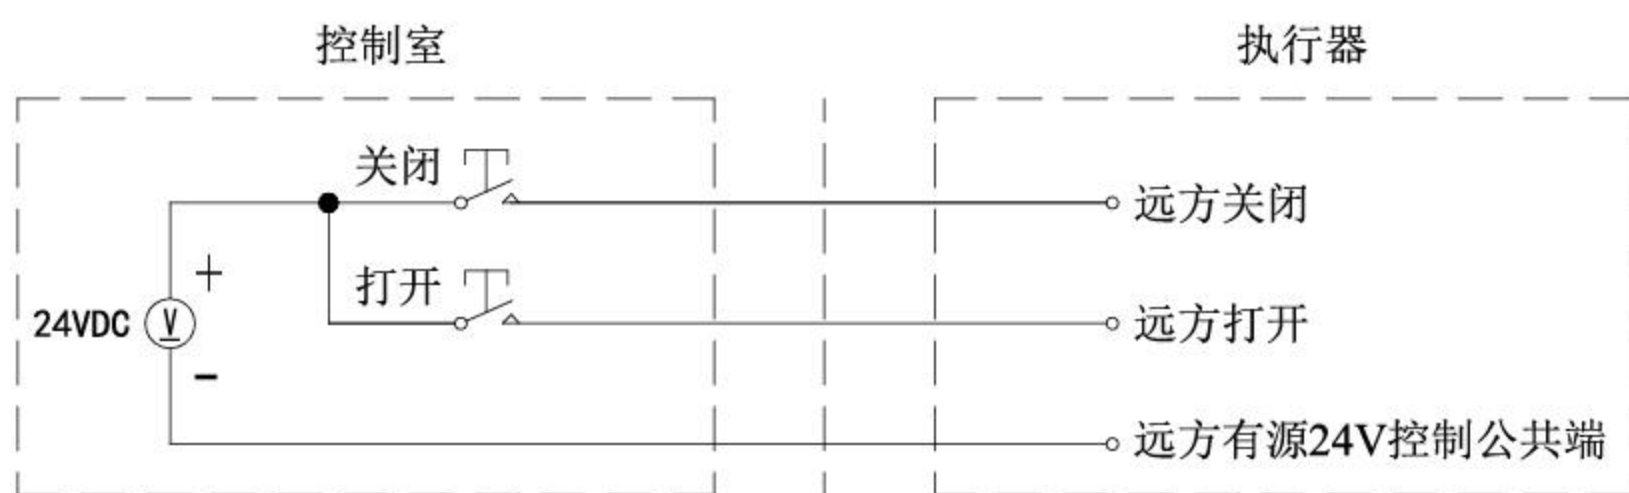
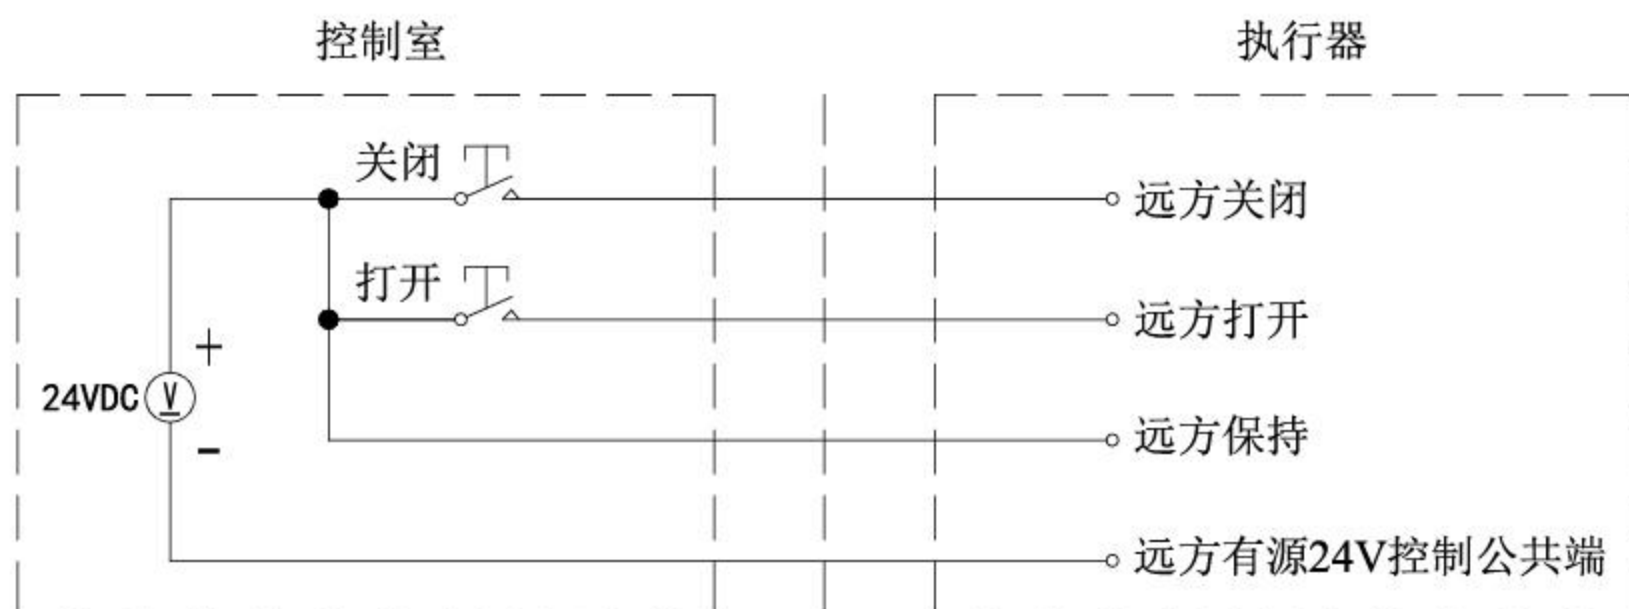
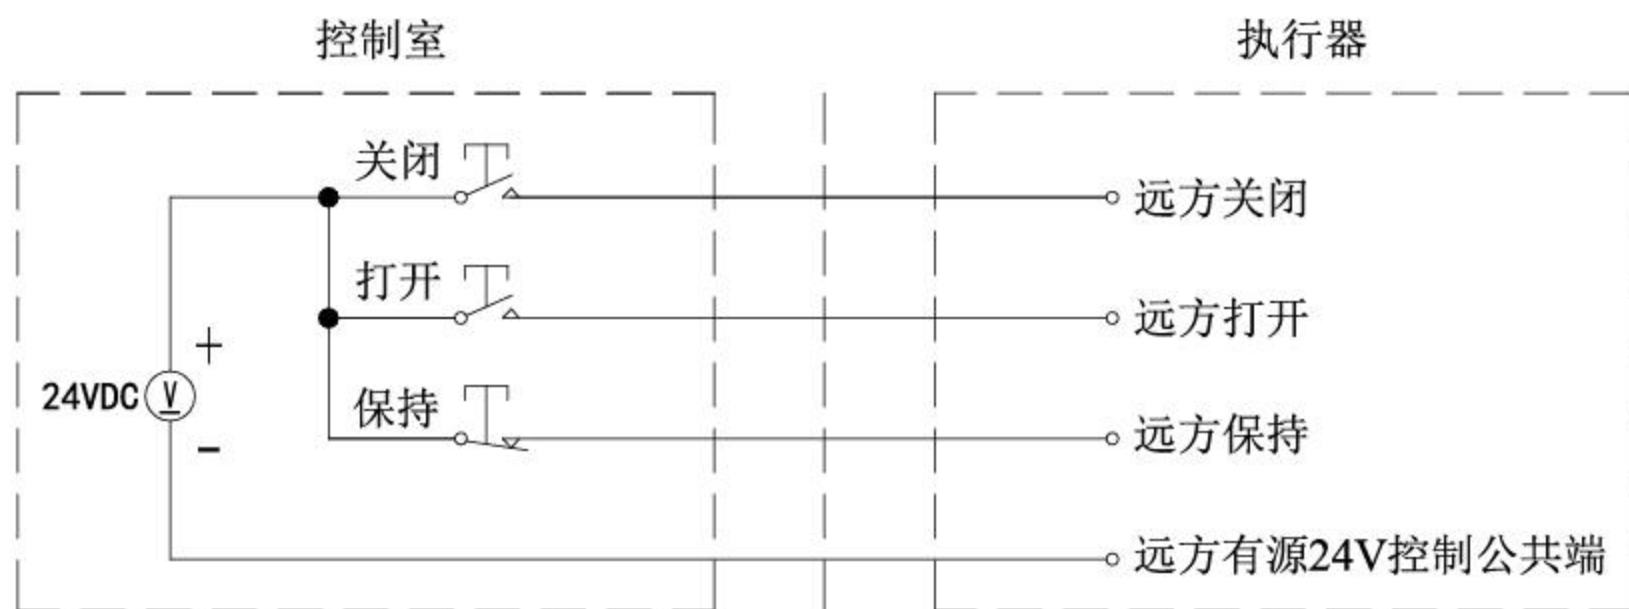

图4-4 外部直流点动式打开/关闭控制, 执行器可以停在中途任意位置
图4-5 外部直流保持式打开、关闭、停止控制
图4-6 外部直流保持式打开、关闭、停止控制
4.1.2 若使用外部24V直流电压实现控制, 外部连线见图4-4、图4-5、图4-6。